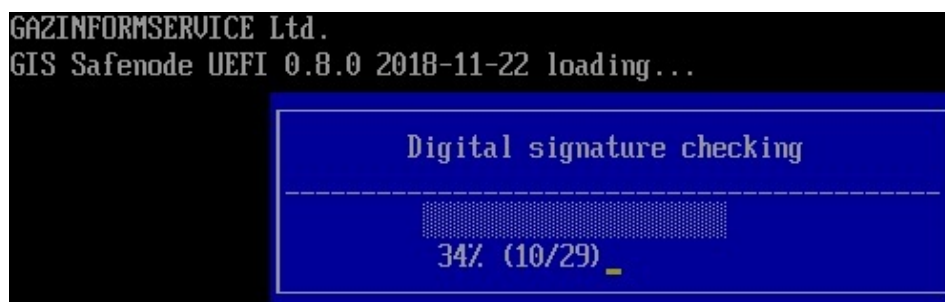

Рисунок 1.1 – Проверка цифровых подписей модулей
1.1.1 При включении питания на электронно-вычислительной машине (ЭВМ) с установленным изделием осуществляется контрольная проверка цифровых подписей модулей программного обеспечения (ПО) изделия (рисунок 1.1).